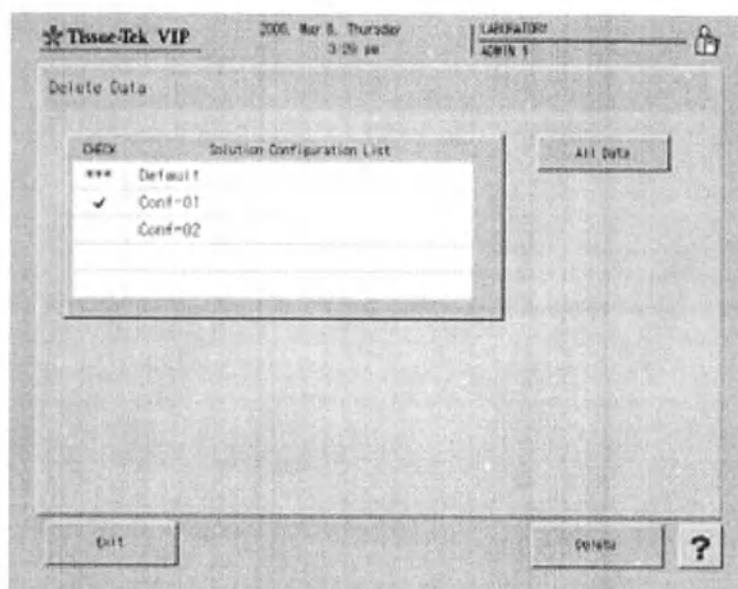

Рис. 89 Удаление конфигурации растворов
- Появится экран «Solution Configuration List» (Список конфигураций растворов) (Рис. 89).